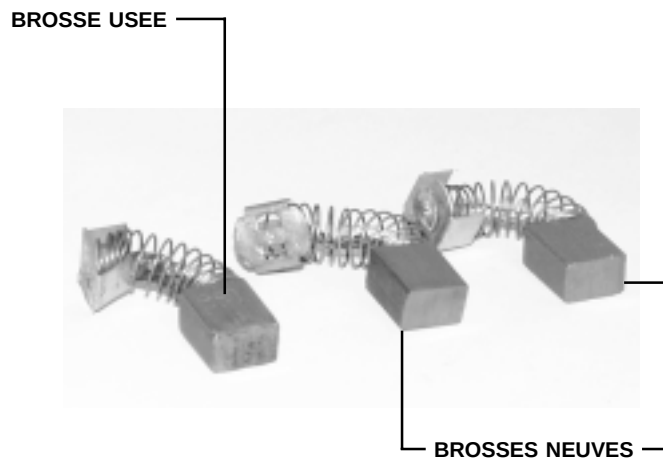

Figure 30. Broses moteur
5. Vérifiez-en l'usure (Voir la figure 30).